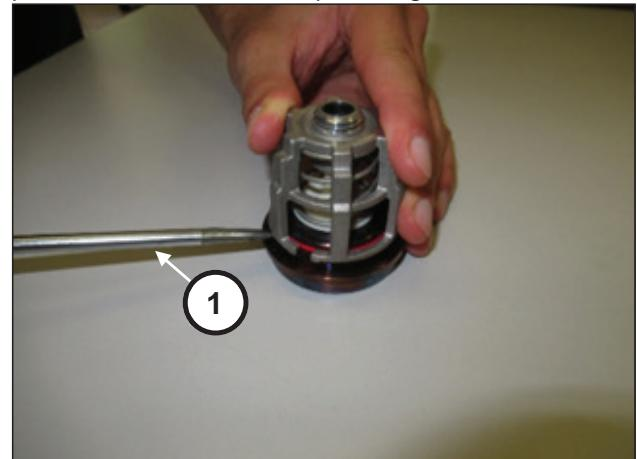

Fig. 114
Desmontar los grupos válvula de aspiración y envío haciendo palanca con una herramienta (pos. ①, Fig. 114).